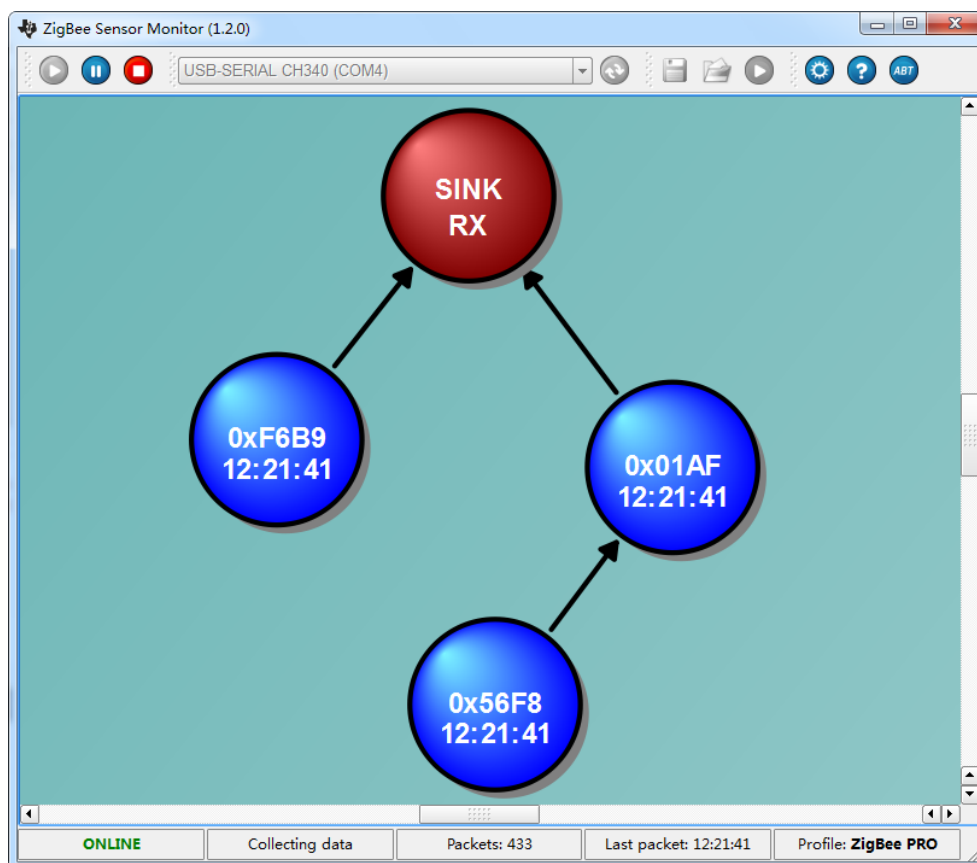

图 10 三个路由器 Sensor Monitor
- 同理，3，4，5，6 个路由器也是同样的操作。如果用户在 Sensor Monitor 运行期间上电其他的 ZG-Mxx 路由器模块，等待其加入网络后，停止 Sensor Monitor，然后单击开始按钮即可。如图 10 所示。